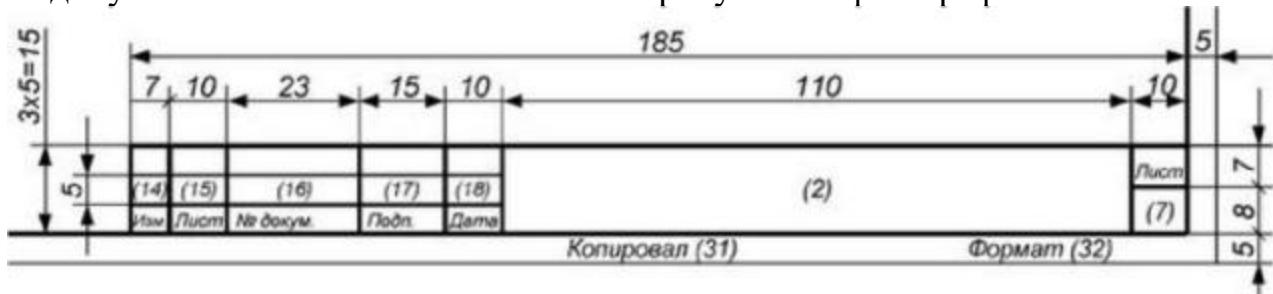

Рисунок 1 – Основная надпись по ГОСТ 2.104-2006, форма 2а
**Требования к оформлению листов текстовой части.** Текст излагается на одной стороне бумаги формата А4 ( $210\times297$ ) с внутренней рамкой размерами левого поля – 20 мм; верхнего, правого и нижнего полей – 5 мм, с основной надписью по ГОСТ 2.104–2006, форма 2а с заполнением граф 2 и 7 (рис.1)